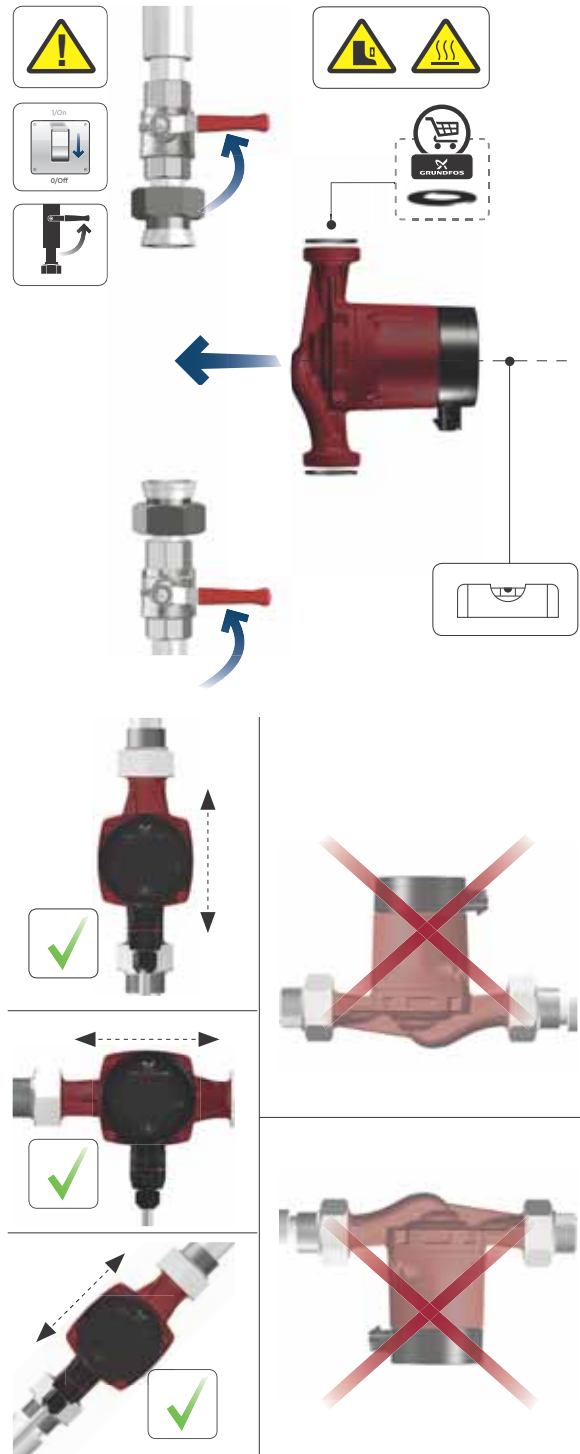

Fig. 1 Installation du GRUNDFOS ALPHA 1 L
- Installer le circulateur avec l'arbre moteur à l'horizontale. Voir figures 1 et 2.